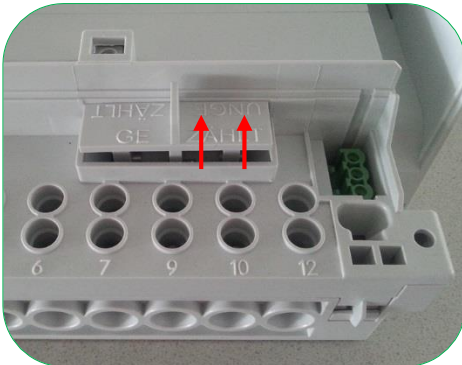

Bild 47: Sicherungs-Gehäuse Öffnung
1. Sicherungs-Gehäuse nach oben ziehen (siehe Bild 47).